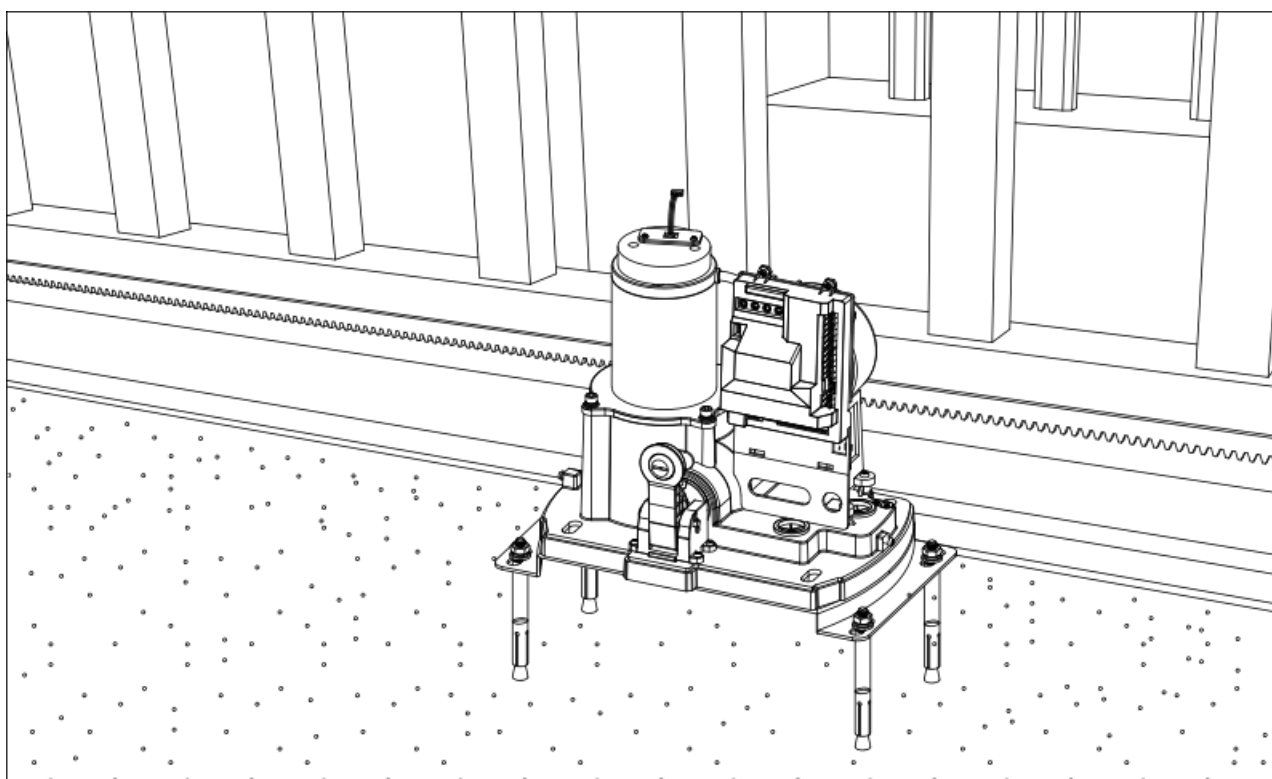

Рисунок 10
- Предварительно установите двигатель в соответствии с рис. 10, чтобы убедиться, что выходные шестерни и рейки выровнены и отцентрованы (см. рис. 11). Затянуть распорные болты и гайки на монтажной плите.